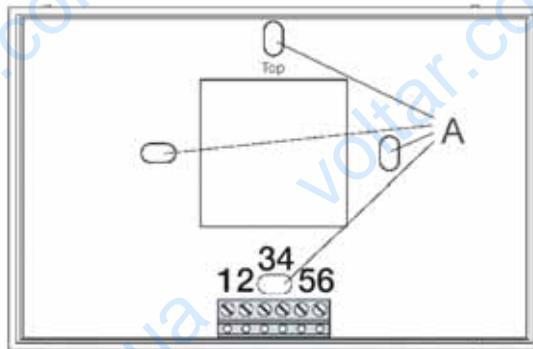

рис. 26 - Установка пульта дистанционного управления *Open Therm*
- отделить с помощью отвертки заднюю часть (серую) корпуса от передней (белой) и закрепить используя отверстия A (рис. 26) заднюю часть корпуса на стене;
- подключить пульт ДУ к котлу закрыв контакты 1 и 2 пульта ДУ (рис. 26) на клемной панели OPENTH M6 платы ИНТЕРФЕЙСА ПУЛЬТА. Подключение BUS защищено от ошибочной полярности, это означает, что контакты могут быть подключены даже наоборот;
Внешний температурный датчик OKSONEST00 должен подключаться на контакты 5 и 6 пульта дистанционного управления (рис. 26).
Телефонный коммутатор подключается к контактам 3 и 4 пульта дистанционного управления (рис. 26).